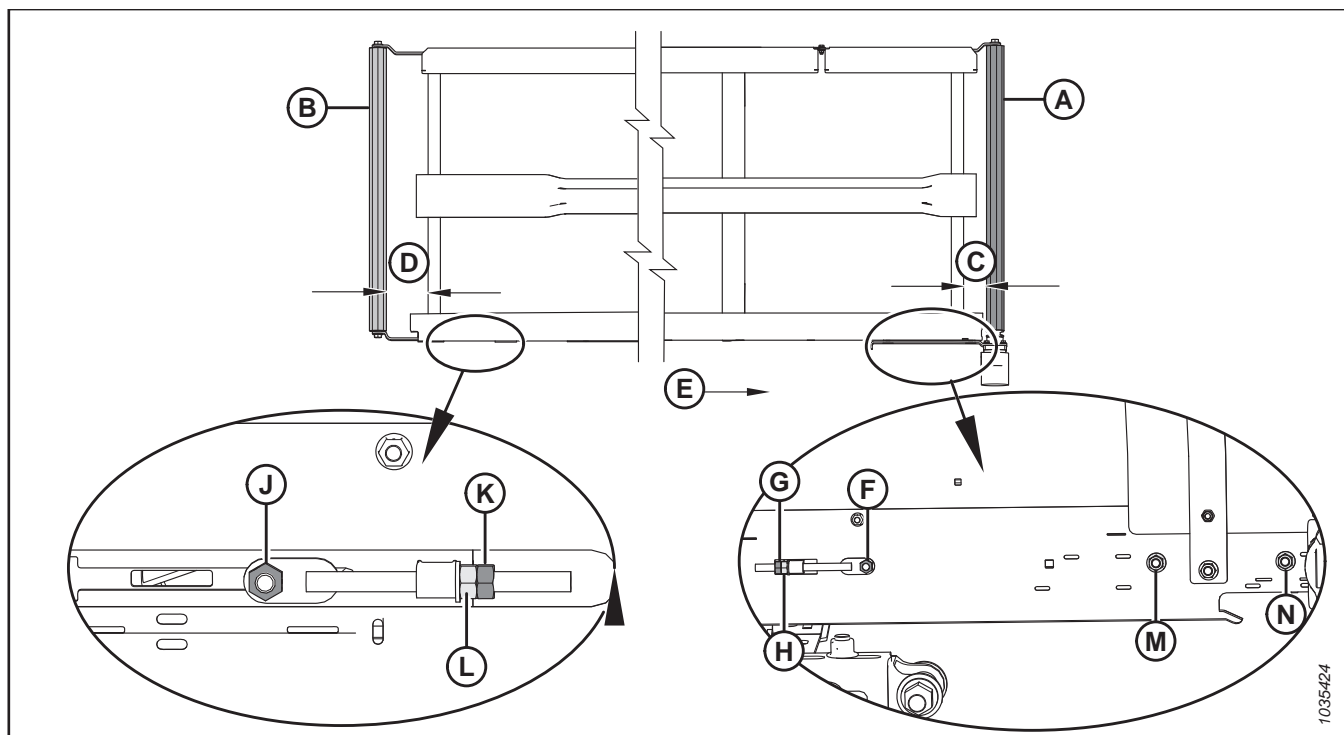

Figure 4.248: Réglage de l'alignement du tapis – Tapis gauche
2. Réglez le rouleau d'entraînement (A) pour changer C (consultez le tableau 4.2, page 403 et la figure 4.248, page 403) comme suit :
- a. Desserrer les écrous (F), (M) et (N), et le contre-écrou (G).
- b. Tournez l'écrou de réglage (H).
- c. Serrer les écrous (F), (M) et (N), et le contre-écrou (G).
3. Réglez le rouleau libre (B) pour changer D (consultez le tableau 4.2, page 403 et la figure 4.248, page 403) comme suit :
- a. Desserrez l'écrou (J) et le contre-écrou (K).
- b. Tournez l'écrou de réglage (L).